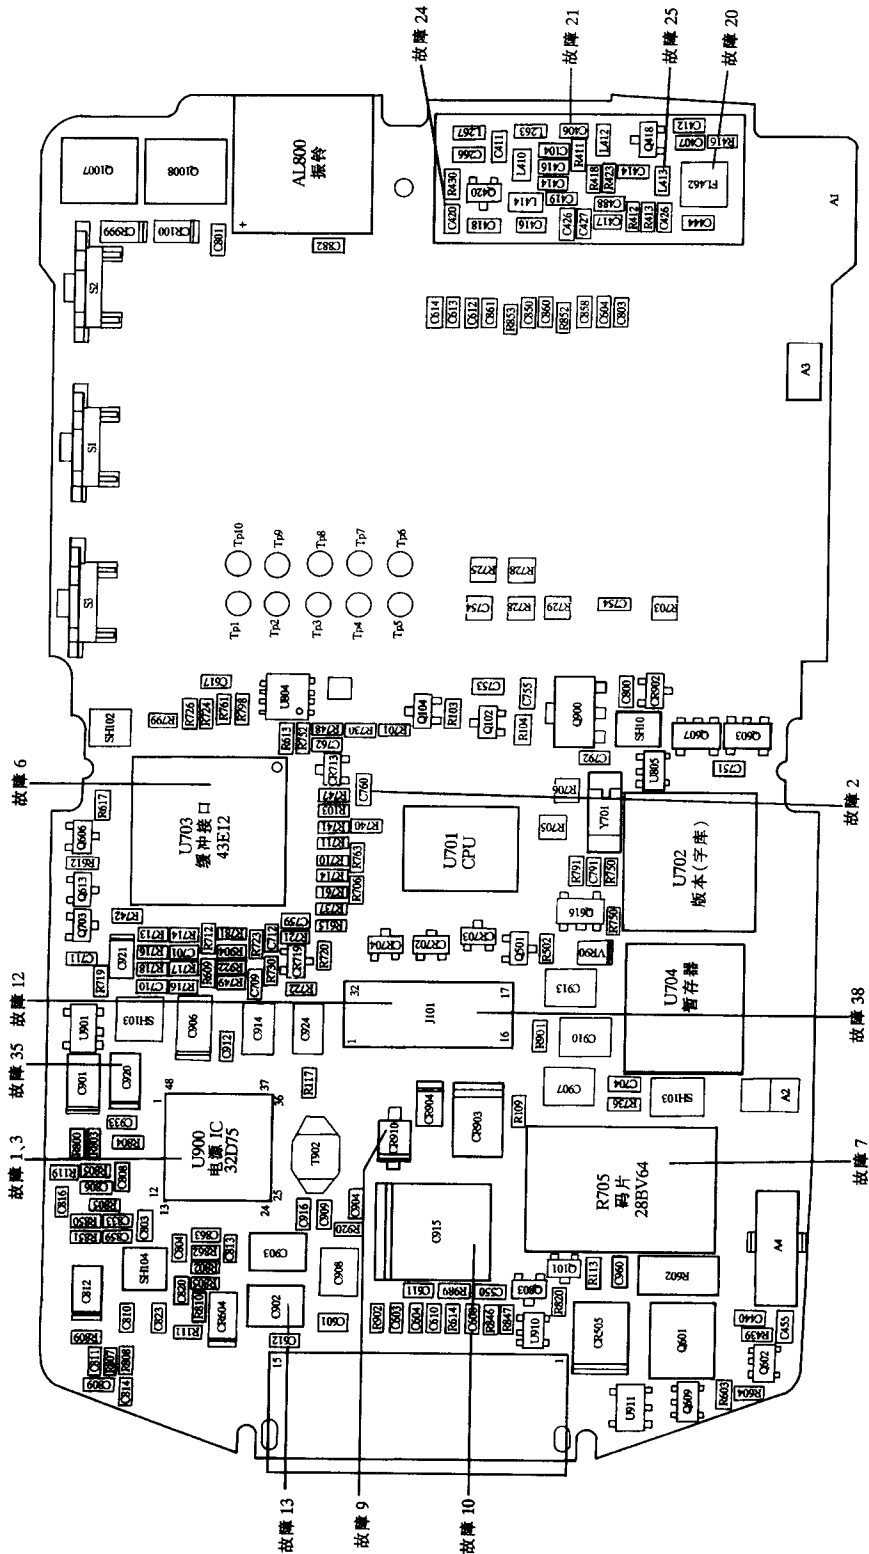

图 1-1-3 338 整机元件分布图 (A)
处理:对 U900④点焊(加焊)。U900 在 338 整机元件分布图 1-1-3(A)中。
处理:更换 C760,见图 1-1-3 338 整机元件分布图(A)。
处理:更换 U900,见图 1-1-3 338 整机元件分布图(A)。
处理:点焊 U703⑦引脚,并清洗它,见图 1-1-3 338 整机元件分布图(A)。
处理:更换工作电压 2.75V 的码片,故障排除,见图 1-1-3 338 整机元件分布图(A)。
处理:更换 CR910,见图 1-1-3 338 整机元件分布图(A)。
处理:更换 C915,见图 1-1-3 338 整机元件分布图(A)。
处理:清洗 J101 见图 1-1-3 338 整机元件分布图(A)。
处理:更换 C902,见图 1-1-3 338 整机元件分布图(A)。